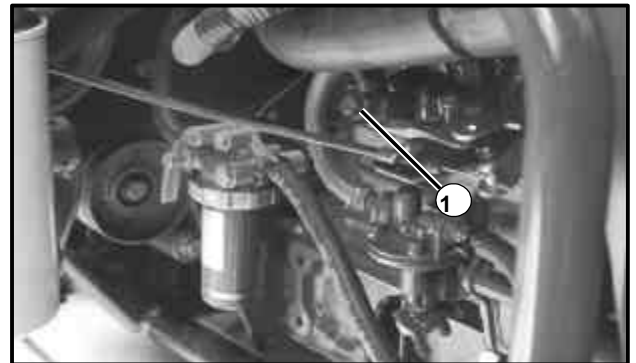

Abbildung 26
4. Öffnen Sie die Entlüftungsöffnung an der Oberseite der Einspritzpumpe; öffnen Sie die Entlüftungsöffnung nur wenn der Motor NICHT läuft (Siehe Abb. 26).